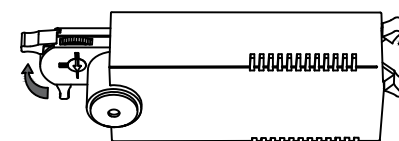

Рис. 2
- для фиксации светильника переведите в положение ON рычажок адаптера и рычажок, фиксирующий бокс адаптера в треке (Рис. 2);